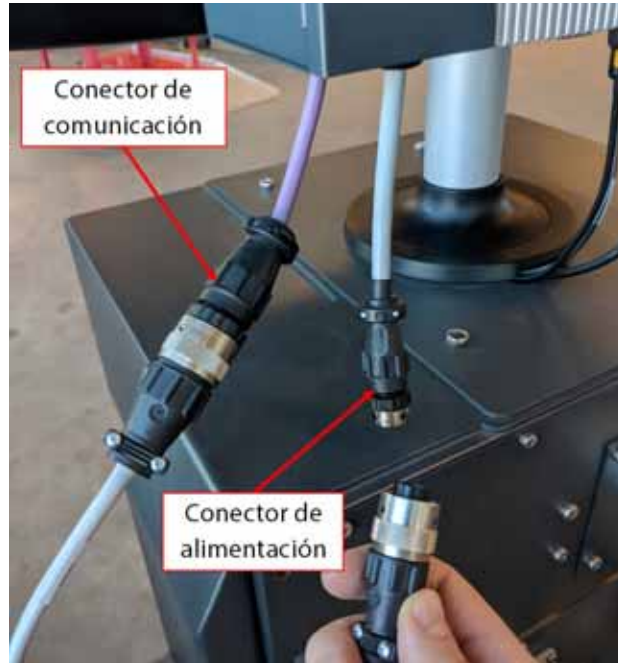

Figura 15-21 Conectores de la interfaz de operador
3. Localice y desconecte los conectores de alimentación y comunicación que proceden del sistema central del controlador en la parte inferior de la carcasa de la unidad de control principal. Consulte la Figura 15-21.